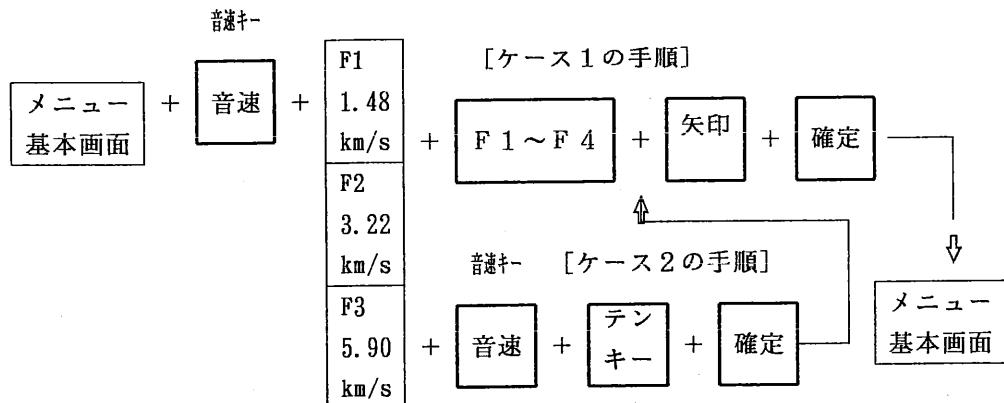

図 6.2.23 試験体の音速を調整・設定する方法
① 機能キー【音速】を1回押しますと、音速選択メニューが図6.2.23に示したようにメニューエリアに表示されます。
② 設定したい音速に応じて選択キー【F1～F3】を押して下さい。
③ もし、その音速の精密な調整が必要ならば、探傷図形を見ながら矢印キーで、その音速を増減し、表示器の探傷条件表示エリアの音速の値が、この操作で変化することを確認して下さい。
④ 所定の値に音速を設定した後、確定キーを押します。入力した音速は、UI-23に設定されます。メニューエリアはメニュー基本画面に戻ったことを確認して下さい。
② テンキーモードを得るために、もう一度機能キー【音速】を押します。
③ テンキーモードで、既知の音速値を入力します。
④ 最後に、確定キーを1回押します。入力モードがテンキーモードから矢印キーによって精密調整が可能なモードに変わります。もし、更に調整する必要がなければ、もう一度確定キーを1回押します。入力した音速は、UI-23に設定されます。メニューエリアはメニュー基本画面に戻ったことを確認して下さい。